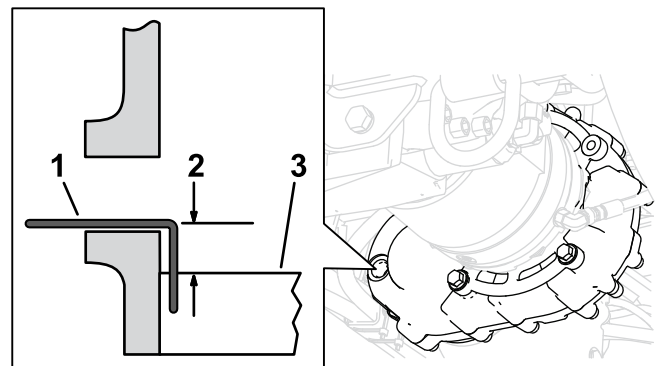

Figura 114
3. Compruebe que el nivel de aceite de la caja de engranajes está a 23 mm por debajo de la parte inferior de la mirilla; utilice un clip de papel doblado insertado en la mirilla, como se muestra en la Figura 114.